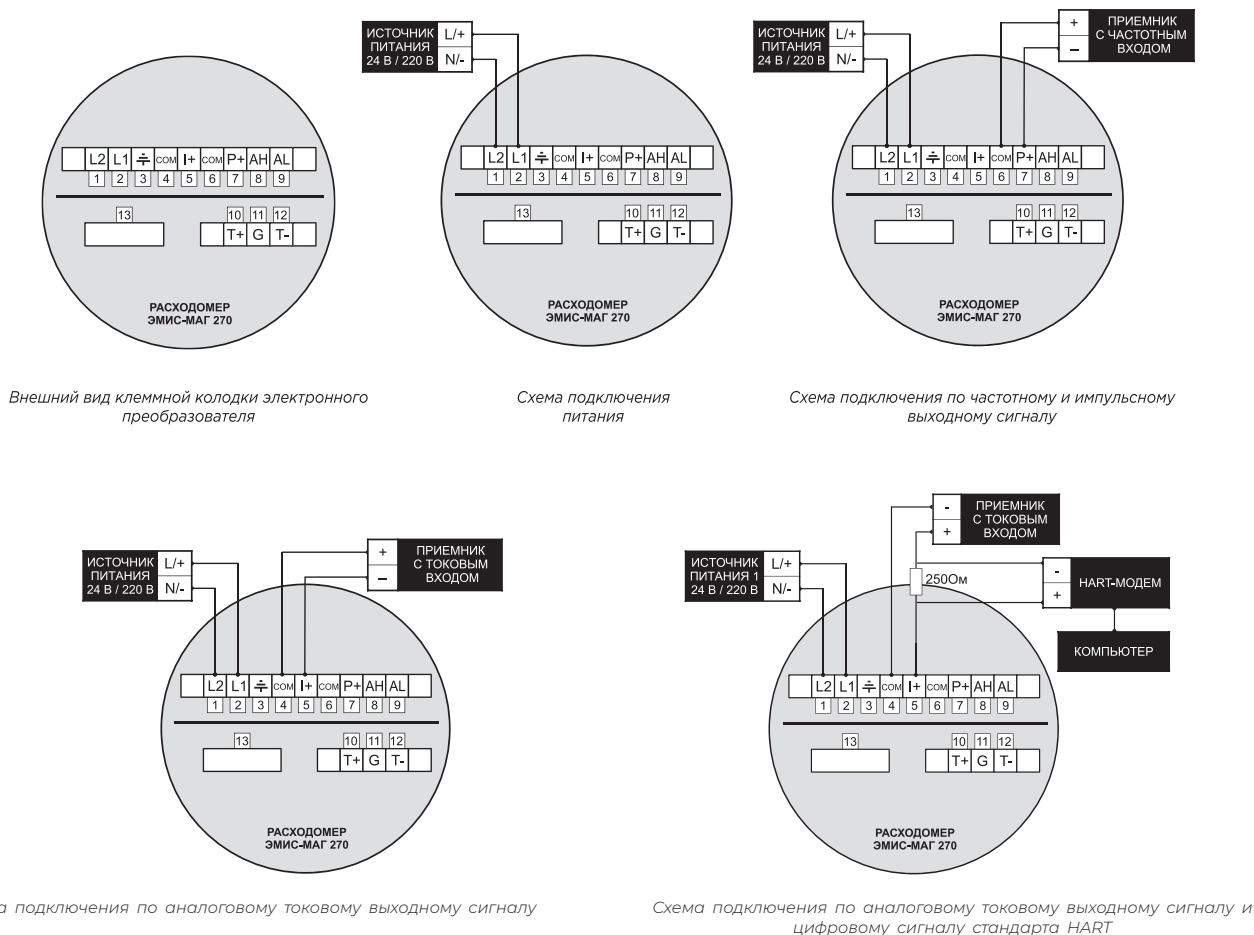

Рисунок 3. Схемы подключения
- » Открутить крышку (1) корпуса электронного преобразователя со стороны, противоположной индикатору.
- » Провести кабель с сигнальными проводами (2) и кабель питания (7) через кабельные вводы (3).
- » Ослабить винты клеммной колодки (4).
- » Выполнить подключения в соответствии со схемой подключения (см. рисунок 3).
- » При необходимости установить заглушку (5) вместо неиспользуемого кабельного ввода.
- » Подключить заземляющий проводник к клемме заземления (6).